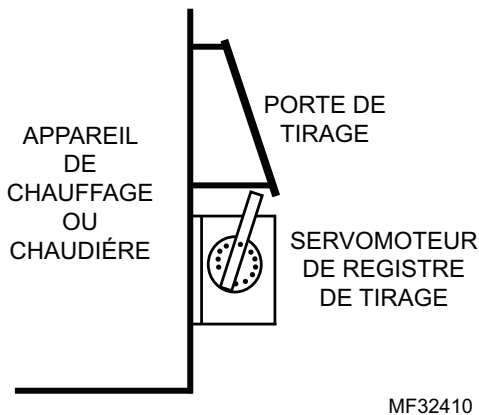

Fig. 7. Emplacement type du servomoteur de tirage avec bras de levier.
2. Placer le servomoteur sous le registre de tirage tel que montré à la figure 7. Le positionner de façon que la rotation extrême du bras de levier ouvre (soulève) le registre de façon appropriée. Le bras de levier doit entraîner le registre lorsque le servomoteur est alimenté.